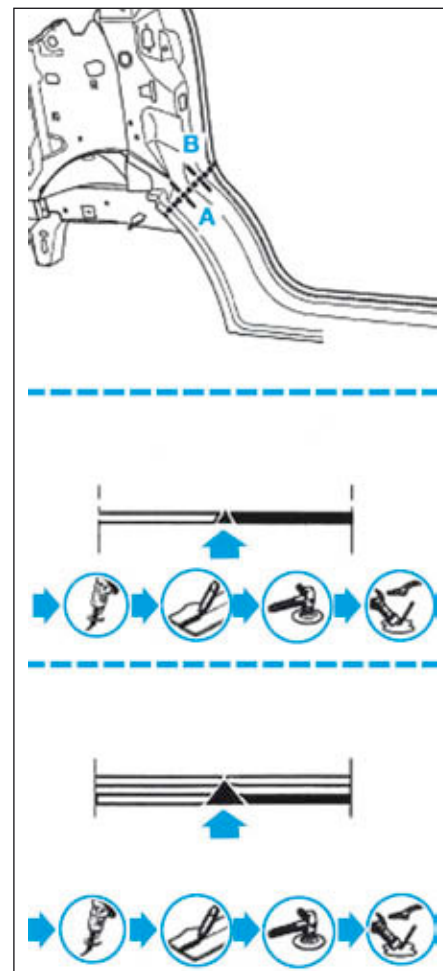
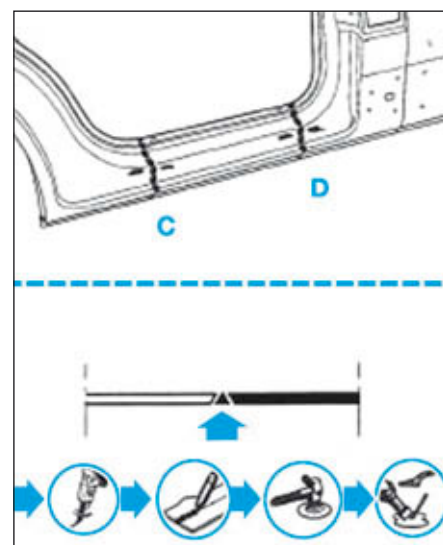

FIG.18
FIG.19
- Tracer puis découper le bas de caisse de la cabine (Fig.18) et (Fig.19).
- Souder par cordon MAG (Fig.18) et (Fig.19).
- Appliquer une couche d'impression phosphatante sur la zone mise à nu (Fig.18) et (Fig.19).